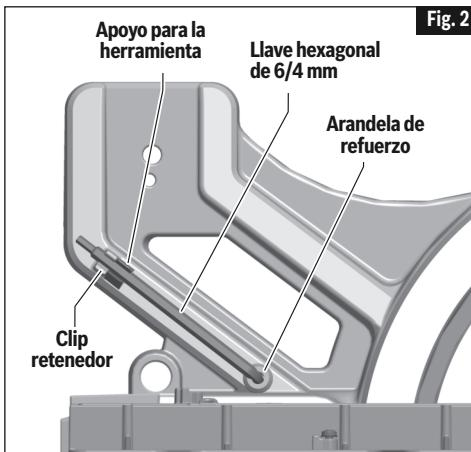

Fig. 2
**Almacenamiento de la llave hexagonal de 6/4 mm** – Hay un lugar de almacenamiento en la sierra para almacenar la llave hexagonal de 6/4 mm. Inserte la pata corta de la llave hexagonal a través de la arandela de refuerzo de goma de la manera que se muestra en la ilustración. Coloque la pata larga dentro del apoyo para la herramienta y presione hacia abajo al interior del clip retenedor (vea la Fig. 2).